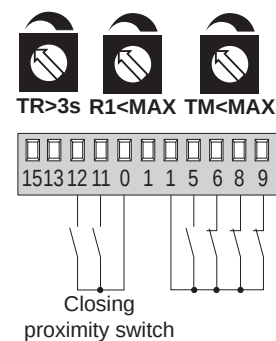

Fig. 5.4
- (Abb. 5.4) Verwendung mit Endschaltern und Freifahrbewegung beim Zulauf durch Vorendschalter.